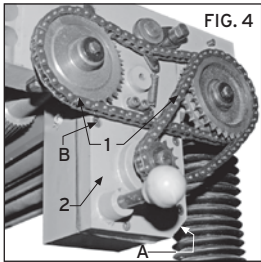

FIG. 4
1. Retire el tapón de drenado (A), Fig. 4, y el Tapón de Llenado (B). Vacíe perfectamente el aceite sucio.
2. Apriete el tapón de drenado (A).
3. Llene con lubricante limpio a través del orificio (B).
4. Apriete el tapón de llenado (B).